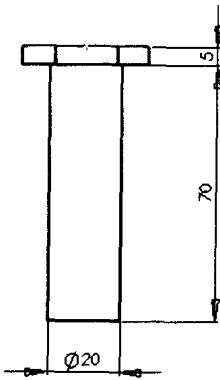

图 1-12 主视图中的尺寸
(3) 自动标注各视图的尺寸,图 1-12 所示是主视图中的尺寸。